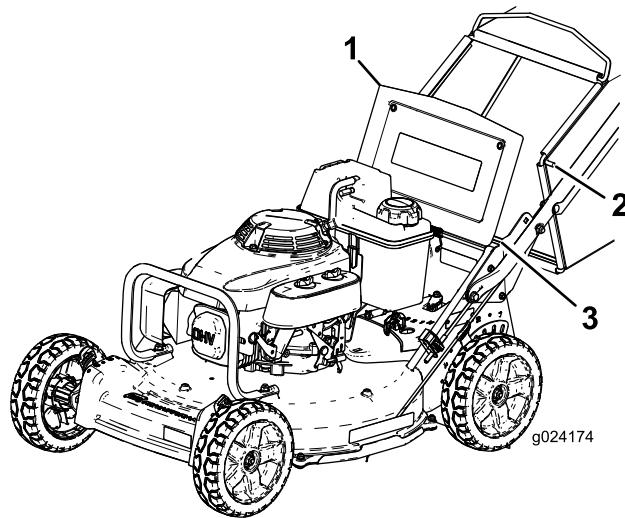

Figura 22
2. Levante y sujeté la puerta trasera (Figura 22).
4. Inserte los extremos de la varilla de la bolsa en las muescas de la base del manillar, y mueva la bolsa hacia adelante y hacia atrás para verificar que los extremos de la varilla están asentados en el fondo de cada muesca (Figura 22).
3. Retire la varilla de la bolsa de recogida de las muescas de la base del manillar (Figura 22).